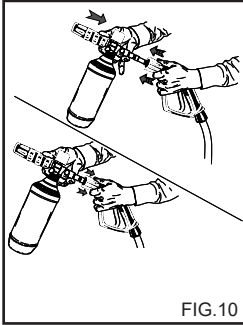
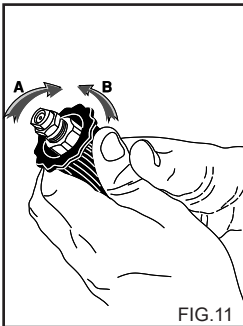

FIG.10
FIG.11
2) Quitar la prolongación de la empuñadura e introducir el kit pulverizador de detergente (fig. 10), accionar la hidrolimpiadora y cubrir la superficie a lavar con un movimiento desde abajo hacia arriba. Para la versión con aspiración de detergente, activar el mando de aspiración del detergente que se encuentra en la lanza (fig. 11). Dejar actuar durante algunos minutos.
USO DEL CABEZAL REGULABLE (Fig. 11). (Ver. DS)